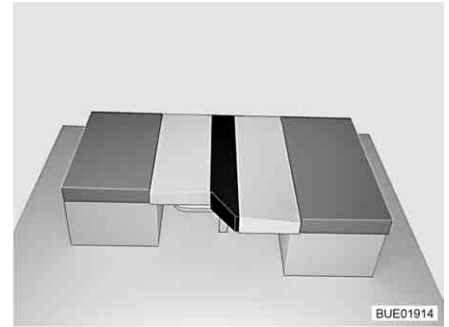

Bild 94 Nach dem Umbau
- Das Zusatzpolster wie dargestellt zwischen das Rückenpolster und das Sitzpolster legen (siehe Bild 94).